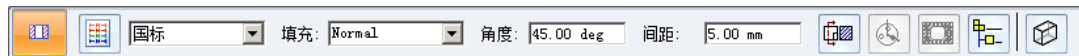

图 4.2.25 “剖视图”工具条
Step5. 创建剖视图。选择 **主页** 选项卡 **图纸视图** 区域中的  **剖视图** 命令，系统弹出图 4.2.25 所示的“剖视图”命令条。